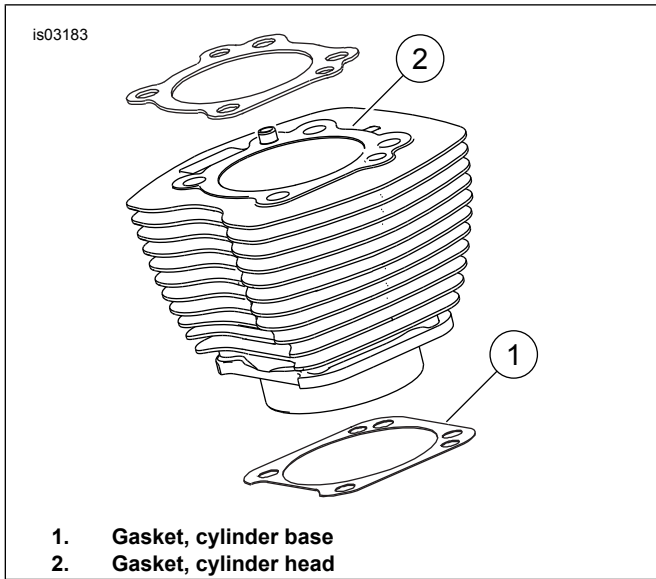

Figure 1. Mga Cylinder Gasket
Figure 1. Ang 4.060 in. cylinder base gasket (1) at cylinder head gasket (2) inalis ang pangangailangan para sa mga O-ring. Huwag gumamit ng mga O-ring sa mga cylinder dowel o mga cylinder spigot.